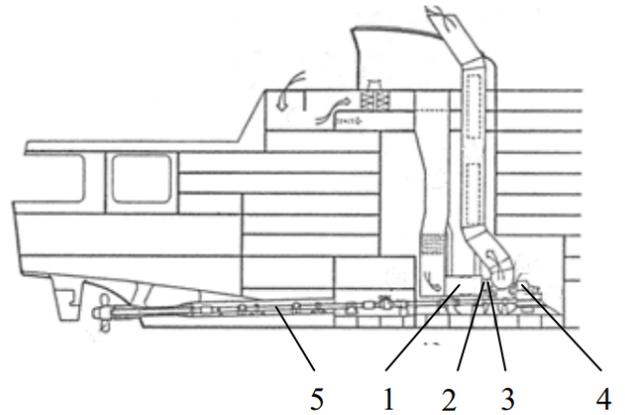

Abb. 1: Antriebsanlage der Fähre
Die Antriebsanlage eines Fährschiffs besteht aus einer Gasturbine (1) mit einer Nennleistung von 50.000 kW bei einer Nenndrehzahl von 2.800 U/min. Diese Gasturbine ist über eine Lamellenkupplung (2) und eine weitere Kupplung (3) mit einem Getriebe (4) verbunden, welches das Drehmoment der Gasturbine an die Schiffswelle (5) weiterleitet. (Abb. 1 und 2).